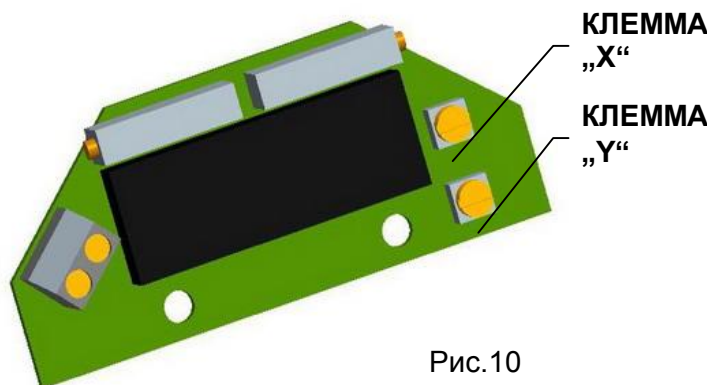

Рис.10
4.6.1 EPV - 2-проводниковое включение (Рис.10)